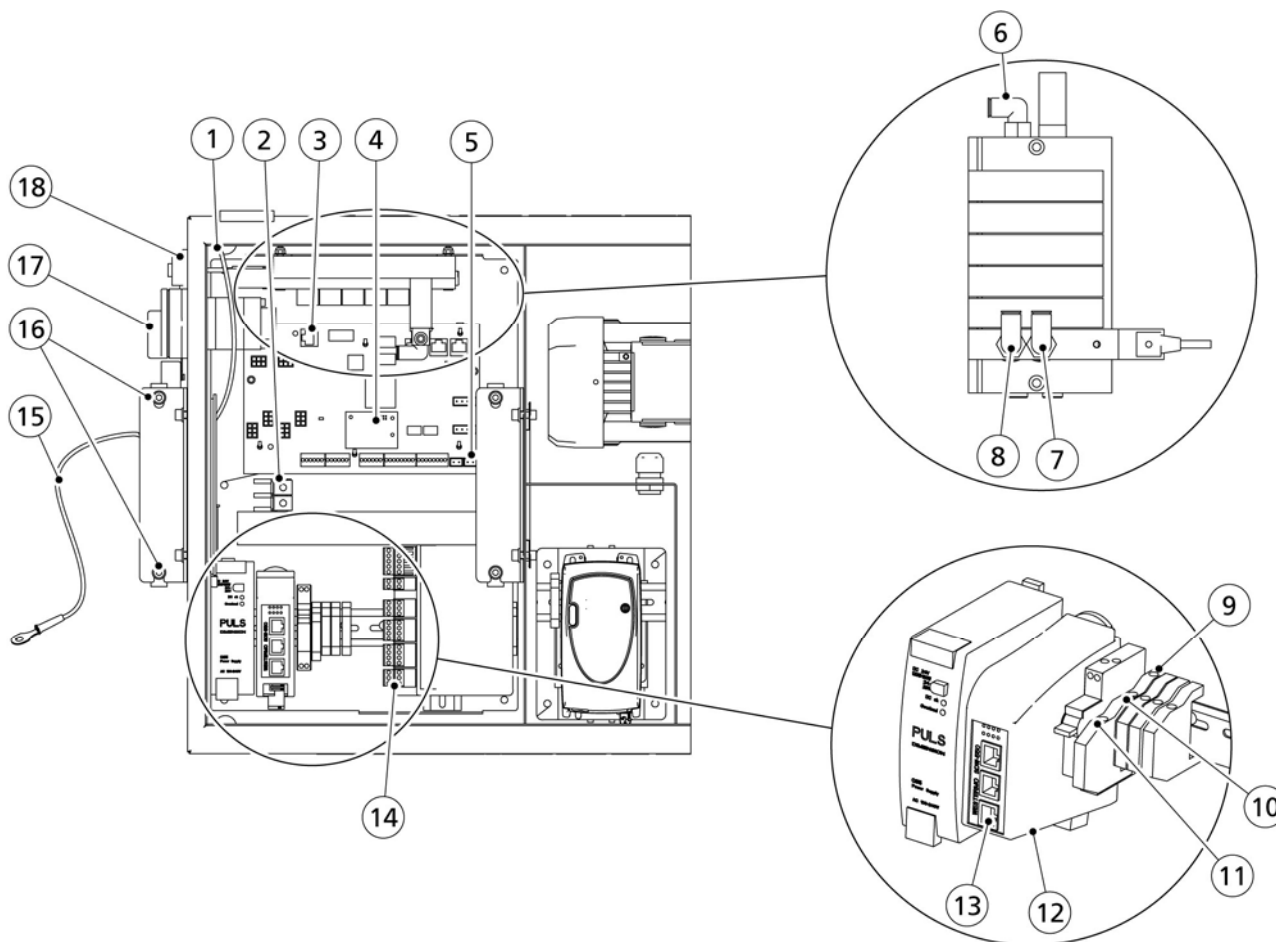

Figure 31. Juhtimisseadme ühendamine
3. Ühendage kaabli teine konnektor sööda olemasolu tuvastava anduri kaabliga (1, fig. 31, page 5-23).